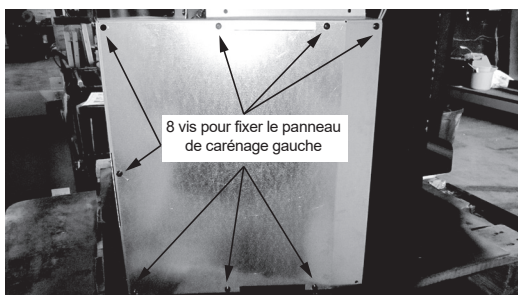

Figure 22.4
7. Fixez le panneau de carénage gauche à l'aide des huit vis (**Figure 22.4**).